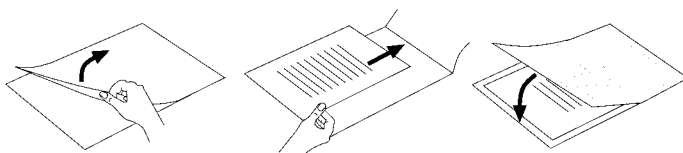

Fig. 2
- ▶ Veillez à utiliser un seul film pour la plastification. Commencez d'abord par l'ouvrir, comme indiqué par exemple sur la fig. 2.
- Veuillez à utiliser un seul film pour la plastification. Ouvrez tout d'abord ce dernier, comme par exemple indiqué sur la fig. 2.